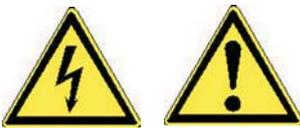

Abb. 19: Filterabdeckung entfernen
- Für Zugang zum Filter entfernen Sie die Schraube und ziehen Sie die Filterabdeckung schräg nach unten weg (s. Abb. 19). Halten Sie dabei den Filter fest, damit dieser nicht herausfällt.